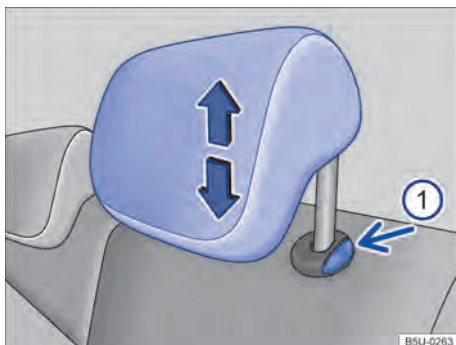

Fig. 44 Ajustar o apoio para cabeça traseiro.
- Empurrar o apoio para cabeça para cima na direção da seta ⇒ Fig. 44 (A) ou com a tecla ⇒ Fig. 44 (B) pressionada, empurrar para baixo ⇒ .